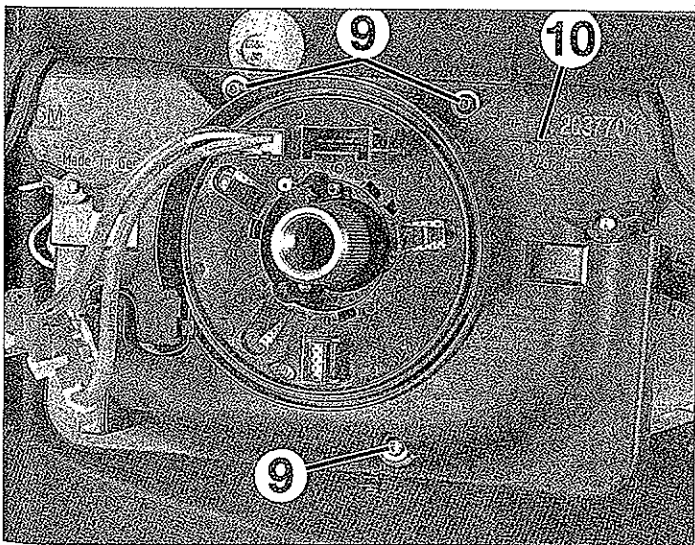

FIG. 11
- los tres tornillos de fijación (9) del módulo de mando "CIM" (10) (fig. 11).